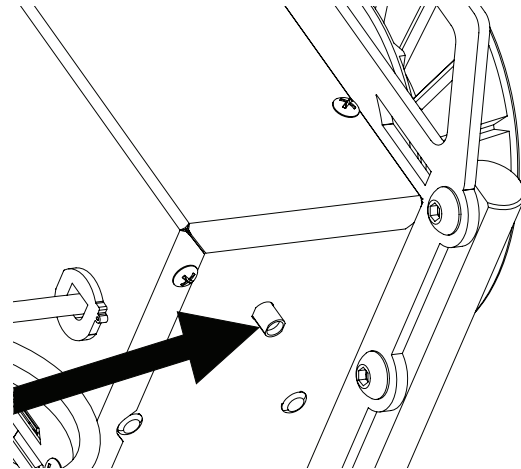

Figure 5
13. Plug the pendant into the pendant jack (Fig. 5).